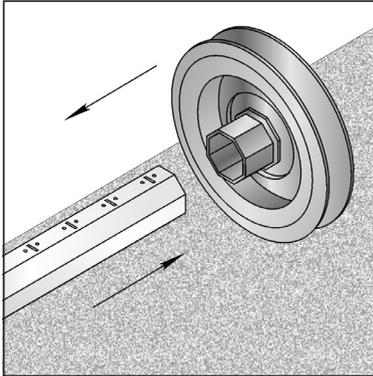

Abb. 13
- Befestigen Sie antriebsseitig Scheibe RP mit zusammengebautem Lager BB12x28 auf der Achtkantwelle (Abb. 13);